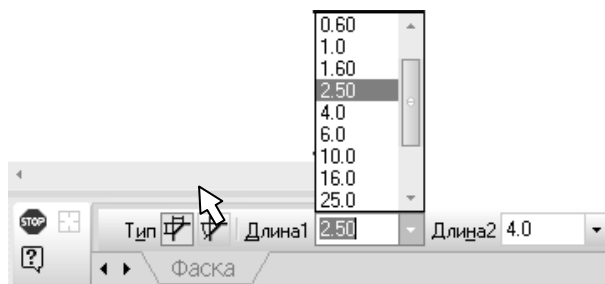

Рис. 13
6) Для построения фаски f1 в раскрывающемся списке стандартных длин поля «Длина фаски на первом объекте» выберите значение 2,5 мм (рис. 13).